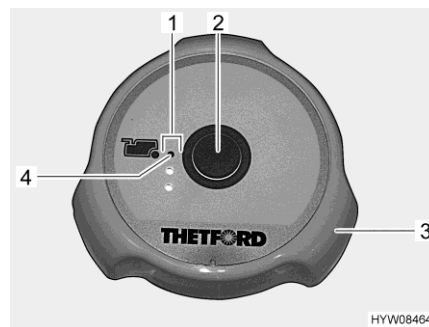

Fig. 110 Pulsante dello sciacquone/spie di controllo (toilette Thetford)
Risciacquo: ■ Prima di tirare l'acqua, aprire il cursore della toilette Thetford. A tal fine ruotare la maniglia girevole (Fig. 110,3) in senso antiorario.
■ Per sciacquare premere il pulsante blu (Fig. 110,2).
■ Dopo aver tirato l'acqua chiudere il cursore. Ruotare la maniglia girevole (Fig. 110,3) in senso orario.
Le spie di controllo (Fig. 110,1) indicano il livello di riempimento della cassetta fecale. Quando si accende la spia di controllo rossa (Fig. 110,4), la cassetta fecale deve essere svuotata.